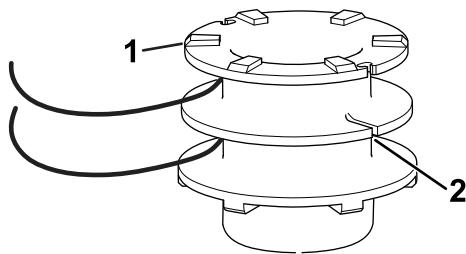

Figure 16
4. Insérez le fil dans la fente d'ancrage en haut de la bobine (Figure 16). Enroulez le fil sur la bobine dans la direction indiquée par les flèches sur la bobine.